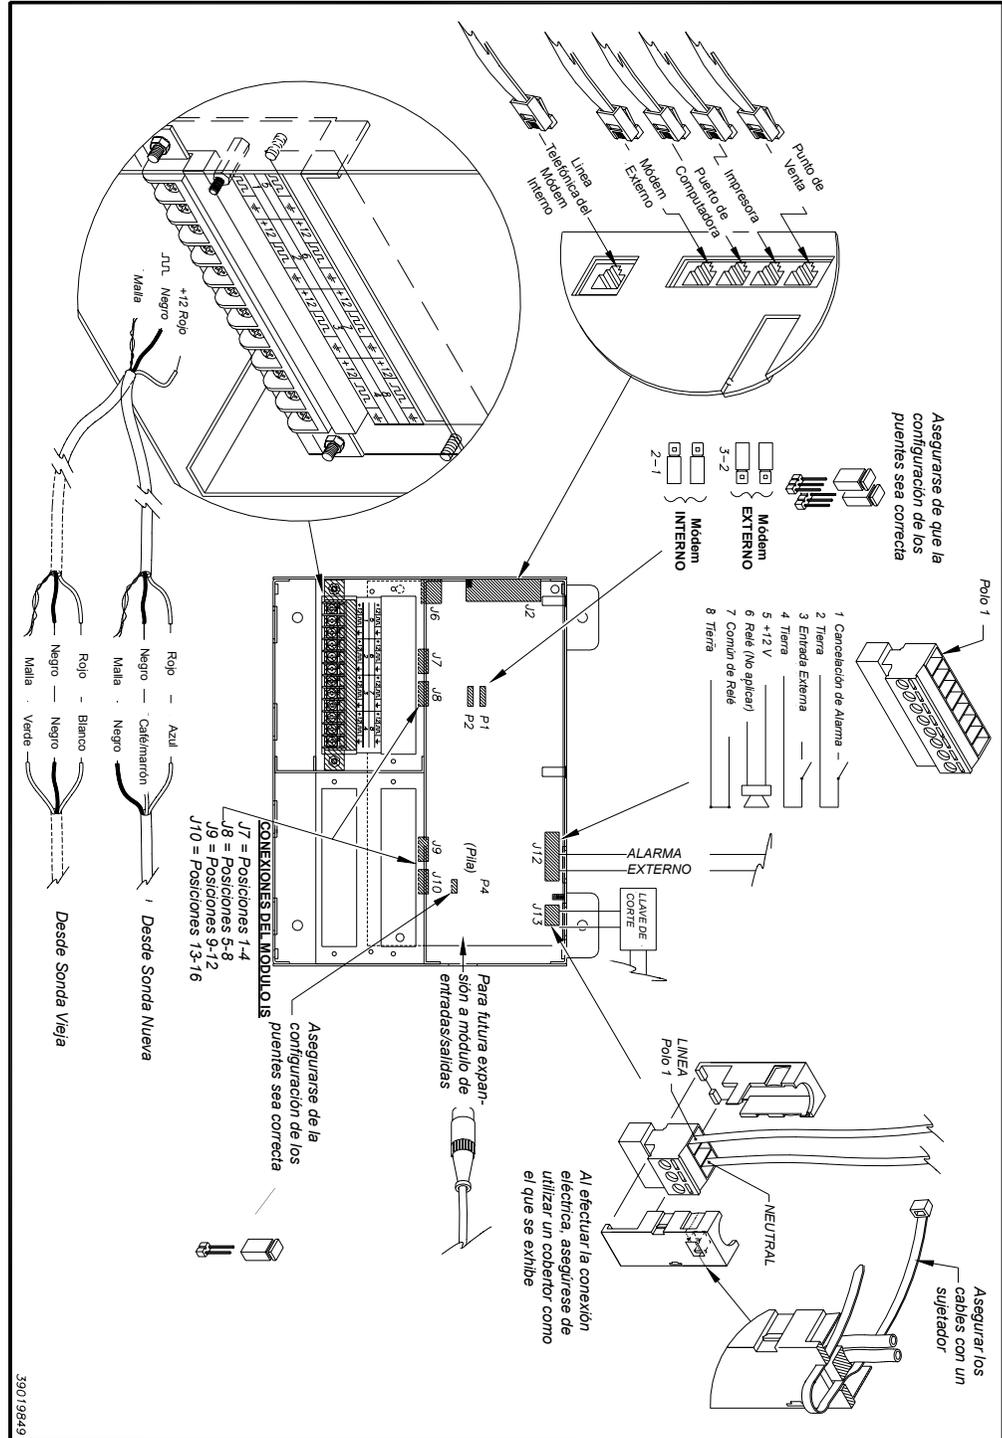

Figura 28: Conexiones de los Aparatos Externos
3. Conecte el conector de nueve contactos del cable a la impresora y el otro extremo al conector RJ-45 del controlador (*la Figura 28 en la Página 81*).
Conecte la línea de teléfono de la caja de conexiones al Controlador utilizando el cable RJ-11 provisto. Vea la *Figura 28* en la *Página 81* para localizar el puerto de línea telefónica.
Si va a utilizar un módem externo, conecte el módem al puerto de módem externo utilizando un cable de módem externo (número de parte de OPW Fuel Management Systems 20-1517-04). Vea la *Figura 28* en la *Página 81* para localizar el puerto de Módem Externo.
El Controlador SiteSentinel1, normalmente se configura utilizando el cable de conexión directa que se suministra, y el software SiteConnect para Windows. Conecte el extremo del RJ-45 en el Puerto de Acceso a Computadora (CAP) del controlador, y el otro extremo en alguno de los puertos seriales de su computadora. Vea la Figura 28 en la Página 81 para localizar el CAP.